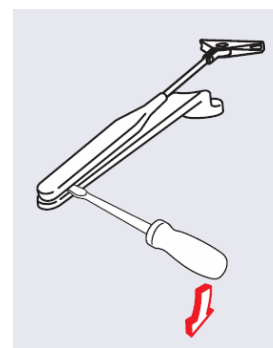

Рис. 13
5. При помощи плоской отвертки разъедините между собой регулируемый и нерегулируемый рычаги (**рис. 13**).